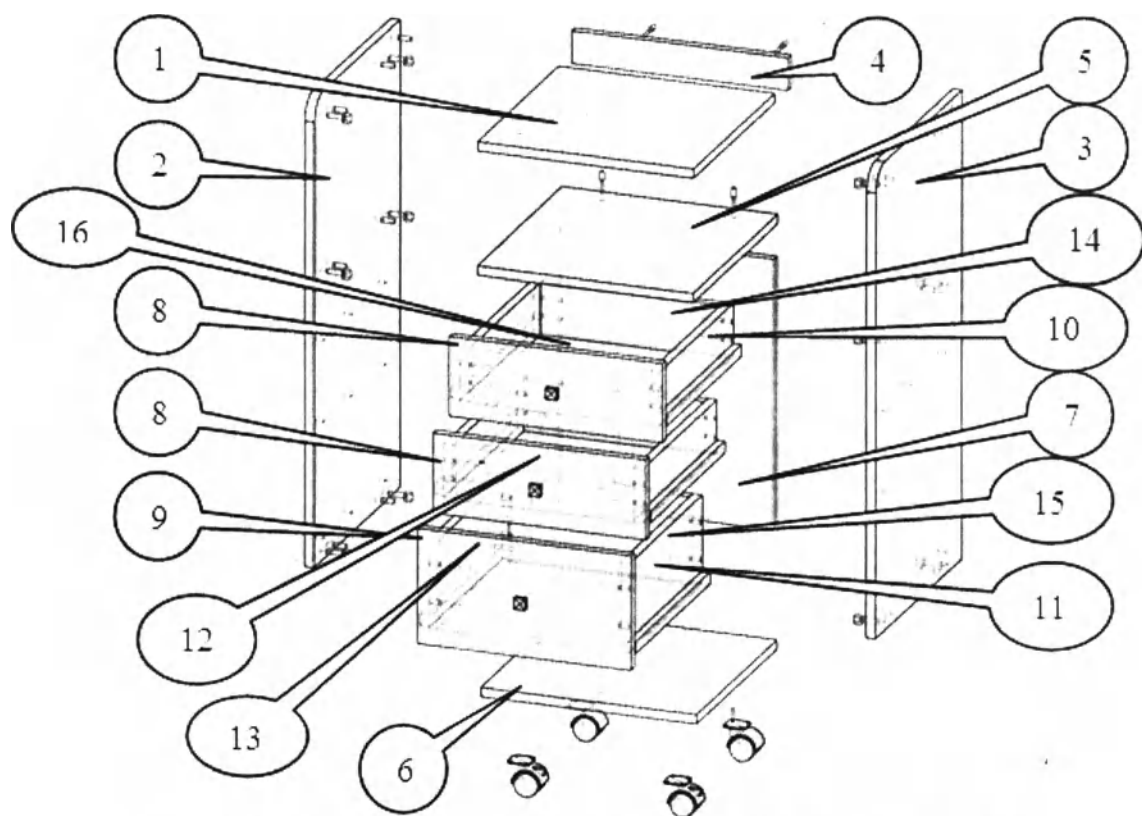

Рисунок 7 – Схема сборки столика КОМПАКТ 1, артикул СМ-К1
- 1 Перед началом сборки следует внимательно изучить схему и последовательность сборки изделия (рисунок 7 и таблица 16). При креплении деталей проверять их положение на схеме сборки и соответствие диаметров отверстий на деталях с крепежом. Соблюдать меры предосторожности. Комплектность изделия соответствует таблице 1 руководства по эксплуатации.
- 5 Собрать ящики с помощью евровинтов, прикрутив бока 10(15) к задней стенке 14(15) и фальшпанели 12(13), притом задняя стенка 14(15) крепится к бокам 10(11) со стороны, обработанной кромкой. Обратите внимание, что на фальшпанели ящика 12(13) есть сквозные отверстия для крепления ручки и фасада ящика.
- 8 Прикрутить фасады 8(9) и ручки к ящикам с помощью винтов М4×35.